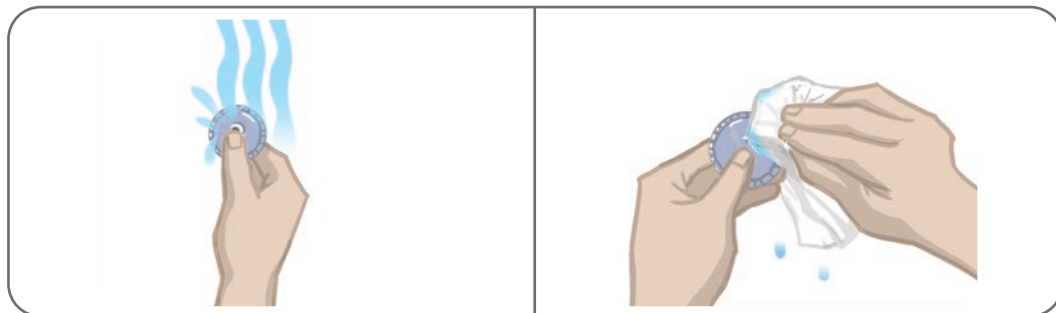

Figura 6-5: Come bagnare l'elettrodo e asciugare l'acqua in eccesso
3. Bagnare gli elettrodi Round Cloth con acqua fino a saturazione (Figura 6-5).
4. Utilizzare una salvietta per asciugare o tamponare l'acqua in eccesso sul retro (lato dotato di aggancio) degli elettrodi (Figura 6-5).